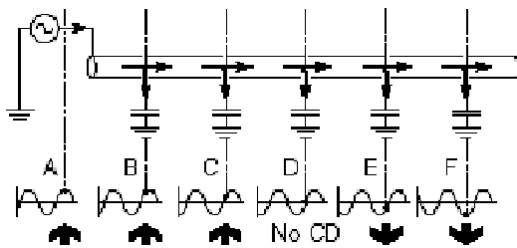

Figura 9.2: Restablecimiento de la DC
La figura 9.2 ilustra una línea subterránea con capacitancia significativa a tierra. Ilustra el cambio de fase gradual que ocurre a lo largo de la línea. El diagrama muestra un punto de referencia en cada forma de onda. Al principio, el punto de referencia ocurre justo en el Pico de un medio ciclo positivo (A). Se mueve gradualmente hacia el punto de cruce por cero (D) y finaliza en el Pico de un medio ciclo negativo (F). La dirección cambió de adelante hacia atrás. En el punto intermedio (D) no se puede determinar el flujo de corriente. En este punto las flechas de DC en el localizador RD8200 se encienden y se apagan. En el ejemplo que se muestra en la ilustración, al retornar a (C) que es el último punto en el cual se obtuvo una lectura de DC, y realizar un restablecimiento de la DC, la respuesta en (C) será equivalente a la de (A).